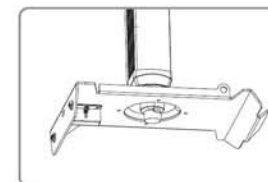

Figure 4
1. El soporte dispone de una placa superior (7) y otra inferior (8).
3. Apriete el cierre de seguridad (9) para soltar la placa inferior (8)
4. Conecte la placa superior (7) con la tapa de la rótula pre-instalada (5) (ver fig. 3) a través del tubo. Para conectarlo, use la rótula (5b) y el tornillo para la rótula (6) (ver fig. 4)